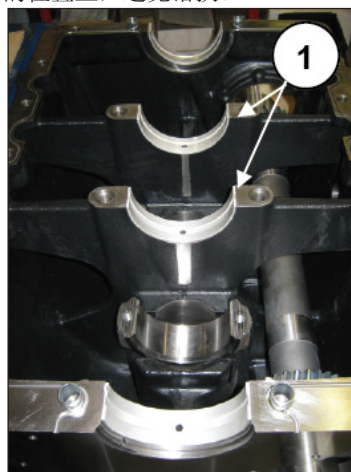
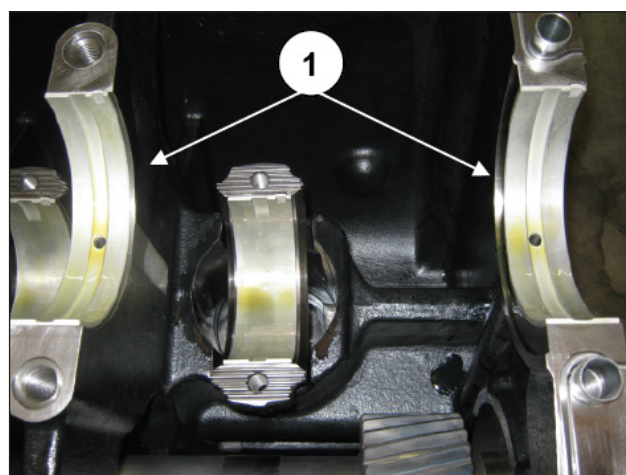

图 37
图 38
把支座上的半轴瓦 (①, 图 37和图 38) 保持在前泵壳各自的位置上, 避免错换。